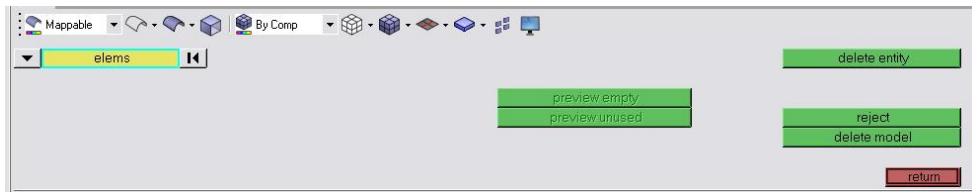

图 5-60 删除单元面板
(1) 按 <F2> 快捷键，进入“删除”面板，如图 5-60 所示。
(2) 单击向下的小箭头，将可选按钮切换到 elems。